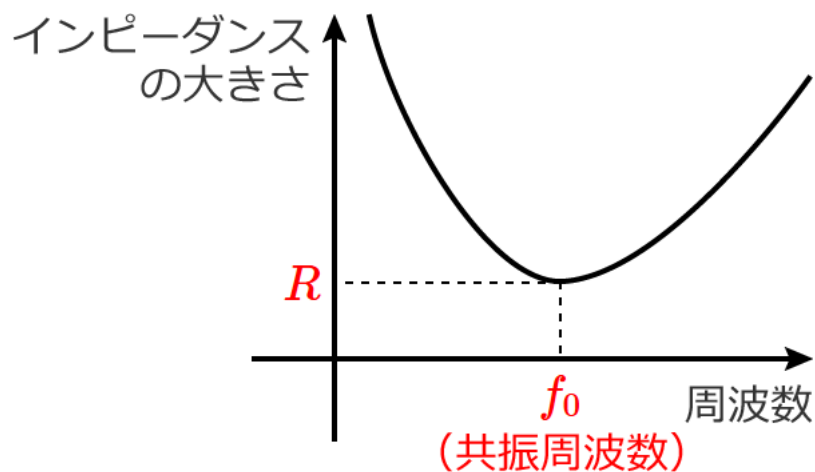

図 3: 周波数とインダクタンスの関係
式 (4), 図 3 から RLC 直列回路が共振周波数近づくほどインピーダンスが小さくなり遠くなるほど大きくなる。インピーダンスが小さいと電流が大きくなる。したがって周波数が共振周波数のとき最も電力が大きいことが分かる。